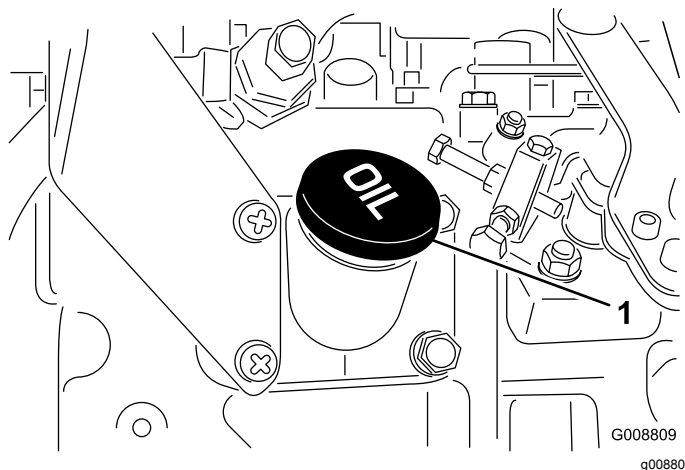

Figura 19
4. Si el nivel de aceite está por debajo del intervalo seguro, retire el tapón de llenado (Figura 19) y añada aceite hasta que el nivel llegue a la marca Full (lleno). **No llene demasiado.**